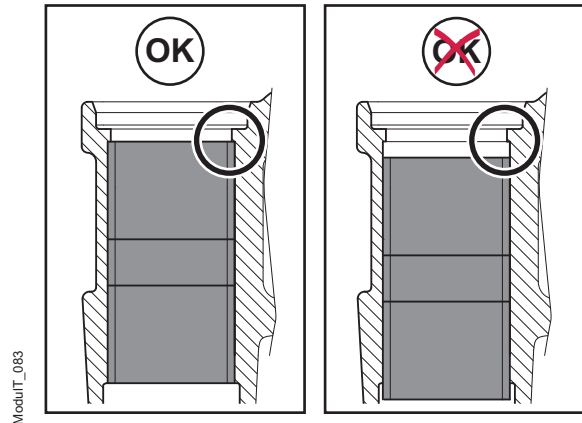

Figura 60. Colocación correcta (OK)/incorrecta de los cojinetes del lado principal
4. Pare una vez que los cojinetes estén ajustados en su posición correcta, hasta el labio interior de la superficie posicionadora del cojinete, véase la figura 60.